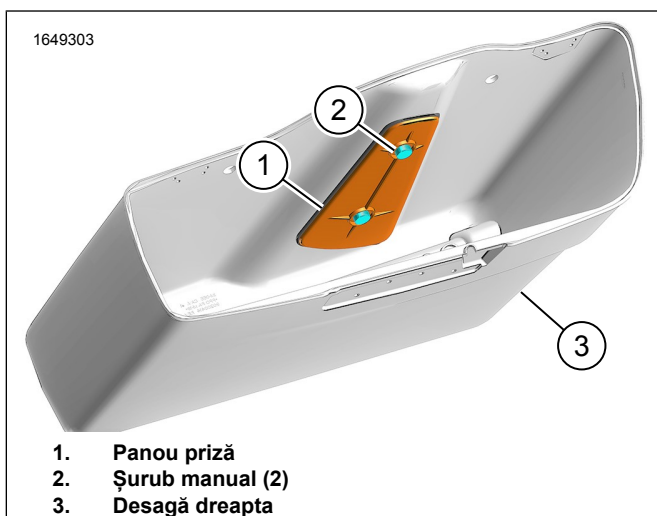

Figura 21. Panou priză
4. A se vedea figura 21. Poziționați panoul de priză (1) peste rama interioară.
5. Montați șuruburile manual (2). Strângeți.